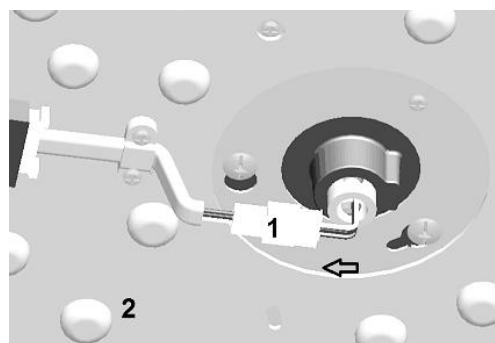

Fig. 7
- Sluit de bovenste stekker (1) van de aandrijving aan op het onderste stopcontact (1) op het LED-paneel (2). **Fig.7**